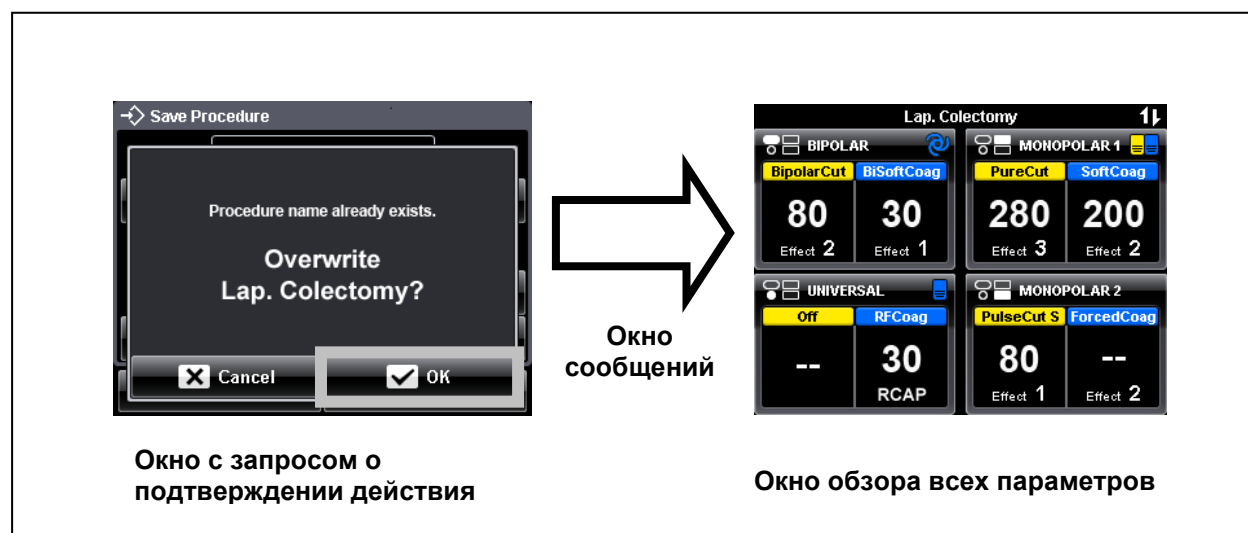

Рис. 6.9
- Чтобы перезаписать процедуру, нажмите кнопку «ОК» (см. рис. 6.9).